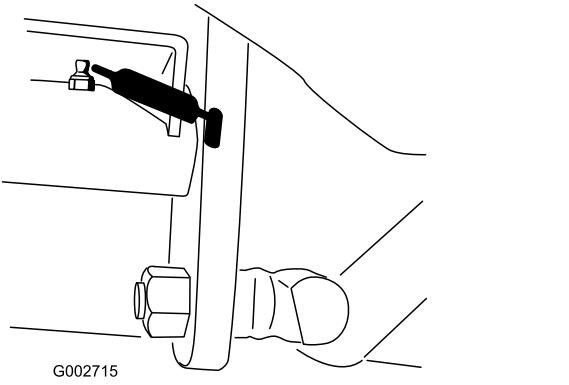

Figura 20
- 1 cojinete de pivote del pedal de tracción (Figura 20).